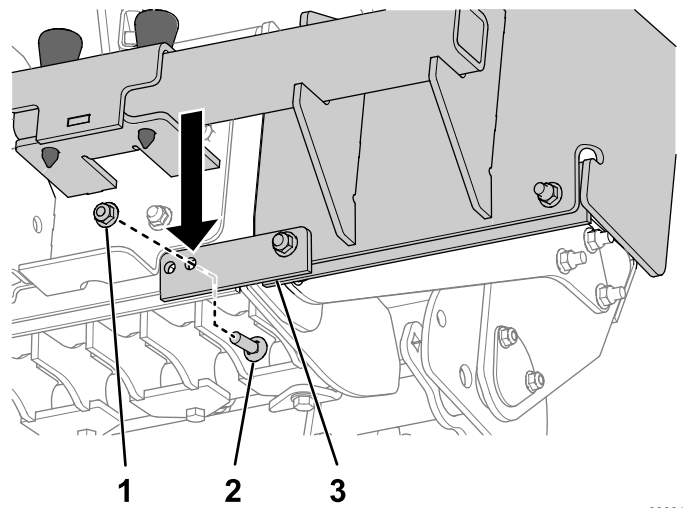

Figure 3
4. Retirez un boulon de carrosserie et un contre-écrou de la lame niveleuse en caisson à la position indiquée à la Figure 3.
Fixez la plaque d'appui sur la lame en caisson à l'aide du boulon et du contre-écrou que vous avez retirés (Figure 3). Répétez cette opération pour l'extension de lame en caisson gauche.